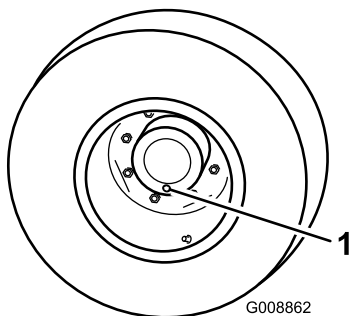

Figura 83
1. Con la máquina en una superficie nivelada, coloque una rueda de manera que uno de los tapones de verificación esté en la posición más baja (posición de las 6) (Figura 83).